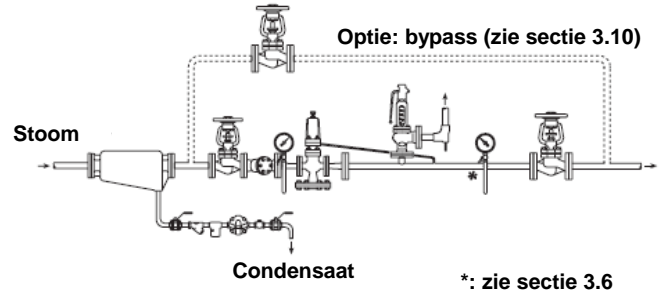

Fig. 5 Instelprocedure voor DP163, DP163G, en DP163Y
- Schroef tegenmoer (2) los en draai de regelschroef (1) in tegenwijzerszin tot de regelveer (6) ontspannen is.
- Schuif C-drukkring (3) onder de tegenmoer uit en verwijder deksel (12).
- Verwijder regelveer (6) en bovenste veerschotel (5).
- Schroef de vier moeren (8) los (M10) en verwijder het veerhuis (4), de onderste veerschotel (7) en de servomembranen (9).
- Schroef de 4 moeren (21) en verwijder het servoklephuis (10) maar zorg ervoor dat de veer (16) op de hoofdklep (17) blijft zoals het hoort.
- Schroef, met behulp van een ringsleutel SW 27 mm, de set servoklep (13) met servoklepzeef (14) los en verwijder de servoklepstoter (11).
- Schroef de balgmembraanafdichting (31) los met een ringsleutel SW 24 mm. Indien nodig kan deze balgmembraanafdichting vervangen worden.
- Nu wordt eerst de nieuwe servoklep (13) ingeschroefd en aangespannen tot 115 Nm.
- Schuif de servoklepstoter (11) in vanaf de bovenkant en controleer of de speling tussen het uiteinde van de klepstoter en de rechte lat op de servomembraanzitting wel degelijk 0,7 mm is (Fig.5).
- Verifieer of er wel degelijk een kleine lichtspeling is tussen de rechte lat op de servomembraanzitting en de bovenkant van de dichtgedrukte balgmembraanafdichting (zie fig.5)
- Alvorens terug samen te bouwen, verzeker er u van dat alle dichtingsvlakken goed zuiver zijn en dat de veer (16) van de hoofdklep goed op haar plaats zit.
- Plaats de nieuwe pakking (15) en monteer het servoklephuis. Span de 4 moeren (11) aan volgens tabel 1.
- Plaats de twee servomembranen (9) terug en zorg ervoor dat alle contactoppervlakken zuiver zijn. Desnoods kunnen twee nieuwe servomembranen gemonteerd worden.
- Plaats de onderste veerschotel (7) weer op zijn plaats en bevestig het veerhuis. De vier moeren (8) worden gelijkmatig aangespannen tot 50 Nm.
- Monteer de regelveer (6) en de bovenste veerschotel (5) en draai de regelschroef (1) in wijzerszin tot de regelveer volledig ingedrukt is. Plaats deksel (12) en C-drukkring (3) terug.